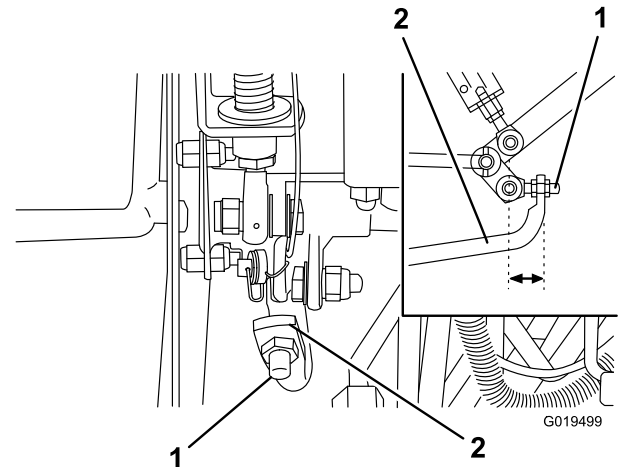

Figura 72
4. Ajuste las contratuerca del extremo de la varilla de la bomba con objeto de desplazar el tubo de control de la bomba hacia adelante para eliminar el movimiento de la máquina hacia adelante, o hacia atrás para eliminar el movimiento hacia atrás (Figura 72).